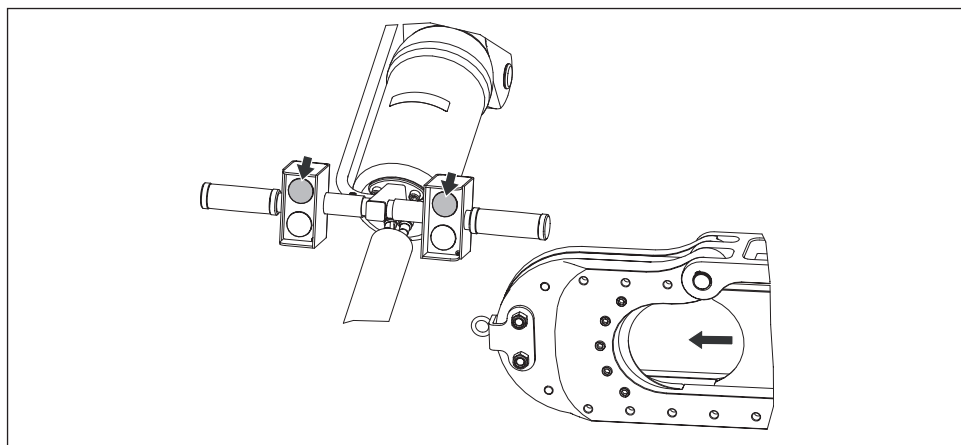

Figura 9, Operación – avance/corte
- Pulse y mantenga pulsados ambos botones de **avance** para avanzar el pistón y deslice la cuchilla móvil hacia adelante. Véase Figura 9.